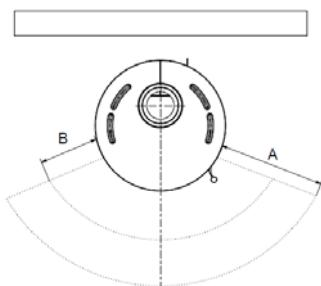

Bild 8
Im Sichtbereich (Strahlungsbereich) des Feuers muss zu brennbaren Bauteilen, Möbel oder auch z.B. zu Dekostoffen ein Abstand von mindestens **90 cm** (A), gemessen ab Vorderkante Feuerraumöffnung eingehalten werden. Der Sicherheitsabstand reduziert sich auf **45 cm** (B), wenn ein belüfteter Strahlungsschutz vor das zu schützende Bauteil montiert wird (Beispiel siehe Abb. 8)